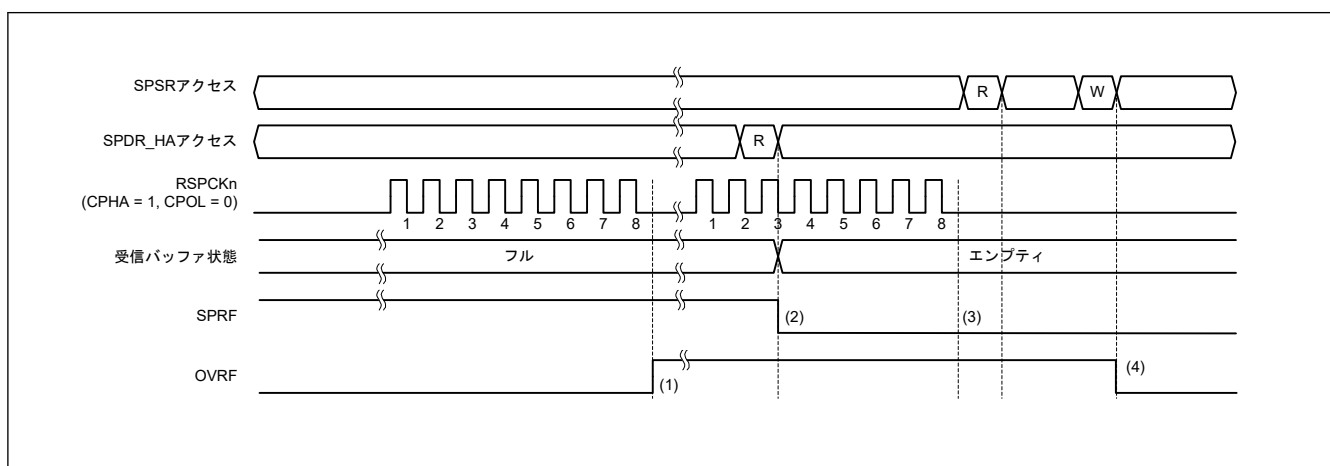

図 30.28 OVRF フラグおよび SPRF フラグの動作例
図 30.28 に OVRF フラグと SPRF フラグの動作例を示します。図 30.28 に示す SPSR アクセスと SPDR_HA アクセスは、それぞれ SPSR レジスタと SPDR_HA レジスタへのアクセス条件を示します。W は書き込みサイクル、R は読み出しサイクルを示します。この例では、SPCMD0.CPHA ビットが 1、かつ SPCMD0.CPOL ビットが 0 の設定で、SPI は 8 ビットのシリアル転送を実行しています。RSPCK_n 波形の下に記載した数字は RSPCK サイクル数 (= 転送ビット数) を示しています。
以下に、図 30.28 の (1)～(4) に示したタイミングでのフラグの動作内容を説明します。